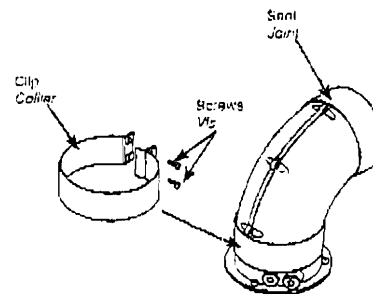

Fig. 6
8. Remove the screws from one of the clips provided. Prise the clip apart and fit it over the seal (Fig. 6). Set the elbow to the required angle.
8. Enlever les vis de l'un des colliers fournis. Écarter le collier et le poser sur le joint (Fig. 6). Orienter le coude selon les besoins de l'installation.